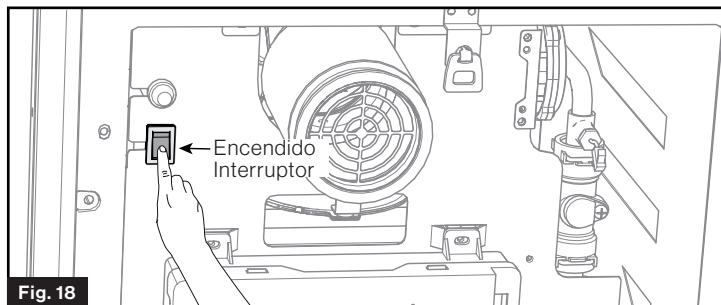
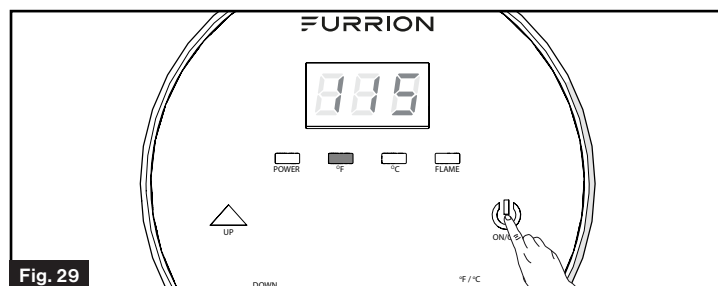

Fig. 18
Fig. 29
1. Configure el interruptor de encendido (Fig. 18) en frente del calentador de agua a la posición "OFF" (apagado).
1. Verifique que el interruptor de encendido del calentador de agua esté en la posición "OFF". (Fig. 18)
1. Verifique que el interruptor de encendido esté en la posición "OFF" (apagado). (Fig. 18)
4. Gire el interruptor de encendido a la posición "ON" (Encendido) (Fig. 18) y verifique que el controlador de pared esté iluminado. Si el controlador de pared no está iluminado, pulse el botón  en el controlador de pared para iluminarlo. (Fig. 29) La pantalla del controlador de pared mostrará el ajuste de la temperatura del agua caliente.